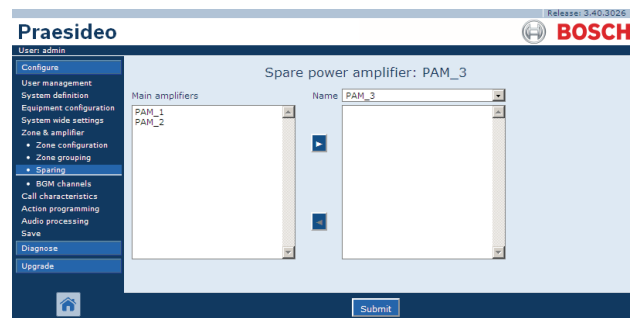

figura 46.12: Reservas, paso 2
- 2 Seleccione el amplificador de reserva al cual va a asignar el amplificador principal de la lista desplegable *Power Amplifier*. Por ejemplo, *PAM\_04* (consulte figura 46.12).